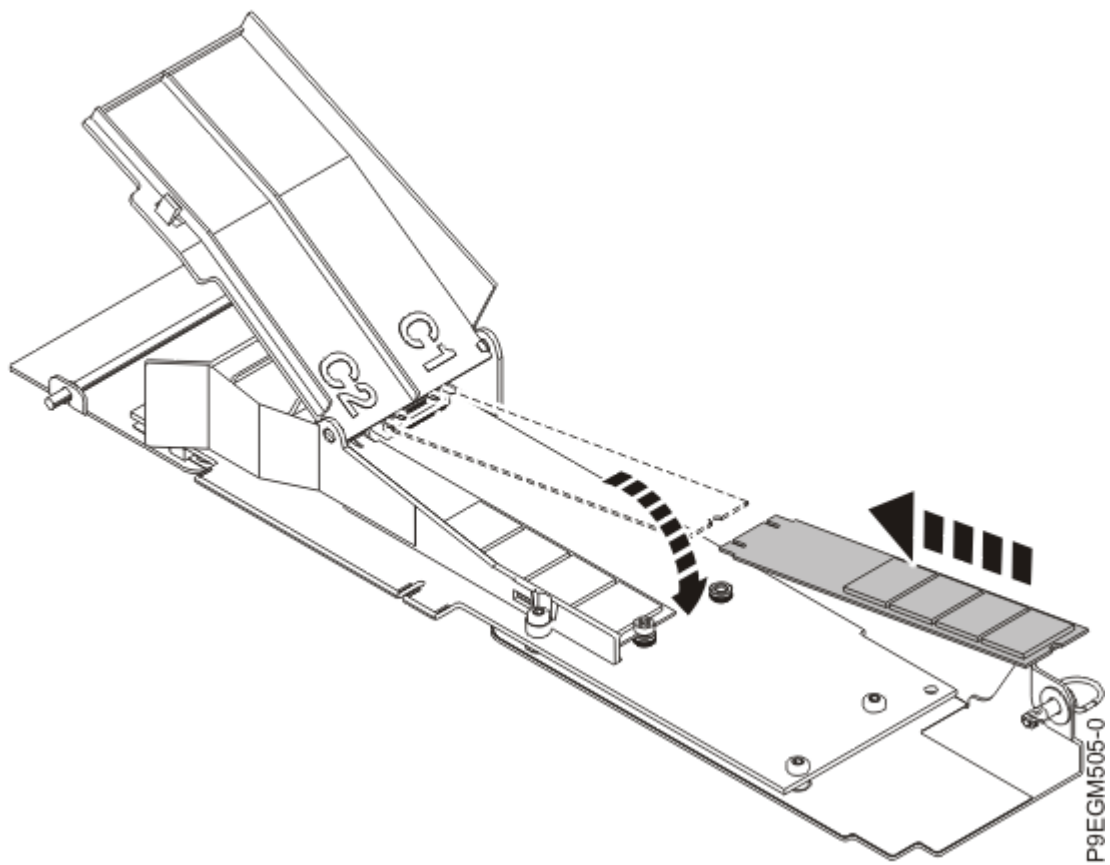

Figura 32. Instalación de un módulo flash NVMe M.2
2. Deslice uno de los nuevos módulos flash NVMe M.2 en el zócalo de la tarjeta portadora NVMe M.2. Consulte la Figura 32 en la página 38.